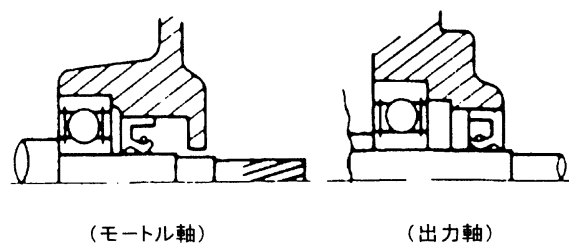

図9 オイルシール組込方法
- (2) 組込方向は、図9の方向としてください。組込方向を逆にしますと油もれ防止機能を果たしませんから、ご注意ください。